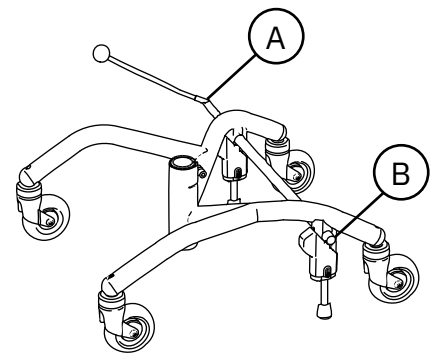

Abb. 5.47. Bremshebel.
Der Bremshebel kann auf der rechten (A) oder linken (B) Seite des Rahmens montiert werden, siehe Abb. 5.47.